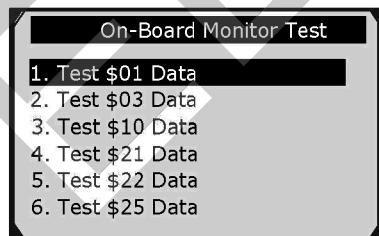

Рисунок 5-27
5) В меню **On-Board Monitor Test [Проверка бортовых мониторов]** с помощью **кнопок прокрутки вверх/вниз** выберите для просмотра необходимые результаты диагностики, а затем нажмите **кнопку OK**. См. рисунок 5-27.